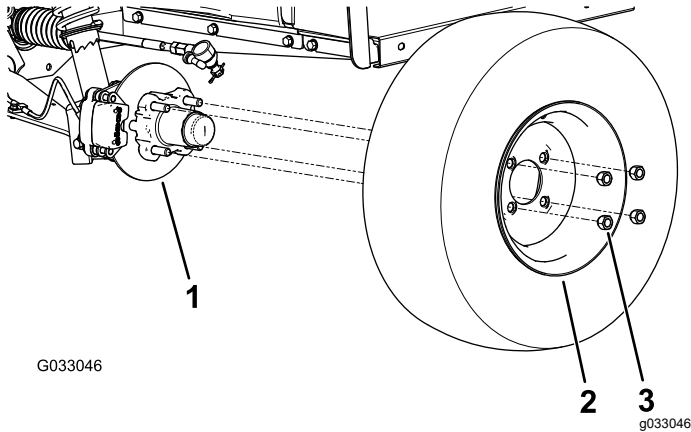

Figura 30
2. Retire las 4 tuercas que sujetan la rueda al cubo (Figura 30).
4. Alinee los taladros de la rueda con los espárragos del cubo y monte la rueda en el cubo con la válvula hacia fuera (Figura 30).
5. Sujete la rueda al cubo usando las tuercas de rueda (Figura 30).